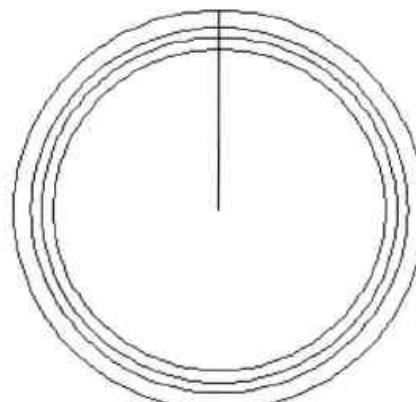

图12-41 绘制垂直辅助线
**Step04** 执行“直线”命令，绘制圆的半径作为辅助线，如图 12-41 所示。